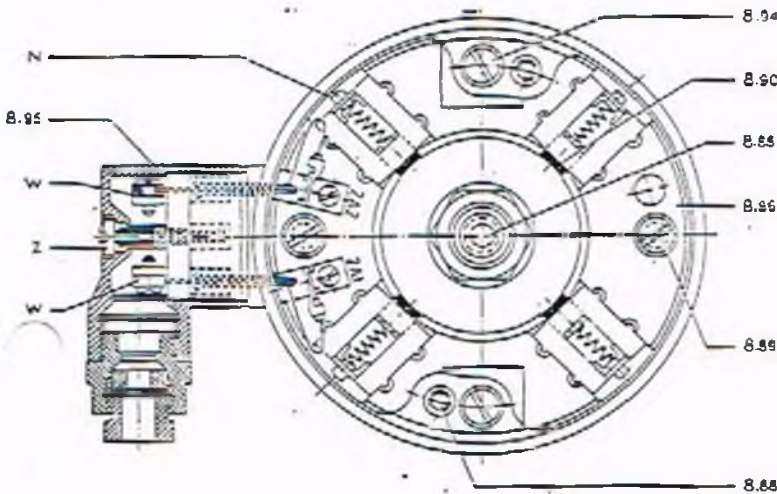

Fig. 3a
GTA 9.06/420 K (fig. 3a): le raccordement a lieu au moyen du connecteur (8.95) à l'extérieur de la carcasse. Dévisser la vis de fixation M3 (Z) et retirer le connecteur. Extraire de ce dernier la plaque portant les bornes (W) (fixation par encliquetage). Faire passer les conducteurs par le presse-étoupe et les raccorder aux bornes 2A1 (positive) et 2A2 (négative). Lors de la mise en place de la plaque à bornes (pouvant être tournée de  $180^\circ$ ), veiller à ce que les brèches de contacts soient en position correcte et retirer les conducteurs avec précaution.
GTA 9.06/420 K (fig. 3a): La conexión eléctrica se efectúa a través del suplemento conector (8.95) exterior a la carcasa. Para quitar el suplemento conector soltar el tornillo M3 (Z). Sacar la placa de conexión con los bornes (W) (encliquetados). Meter el cable por la atomizador y conectar a los bornes 2A1 (positivo) y 2A2 (negativo). Al colocar la placa de conexión (girable  $180^\circ$ ), observar la correcta posición de las cucillas y estirar los cables con cuidado.